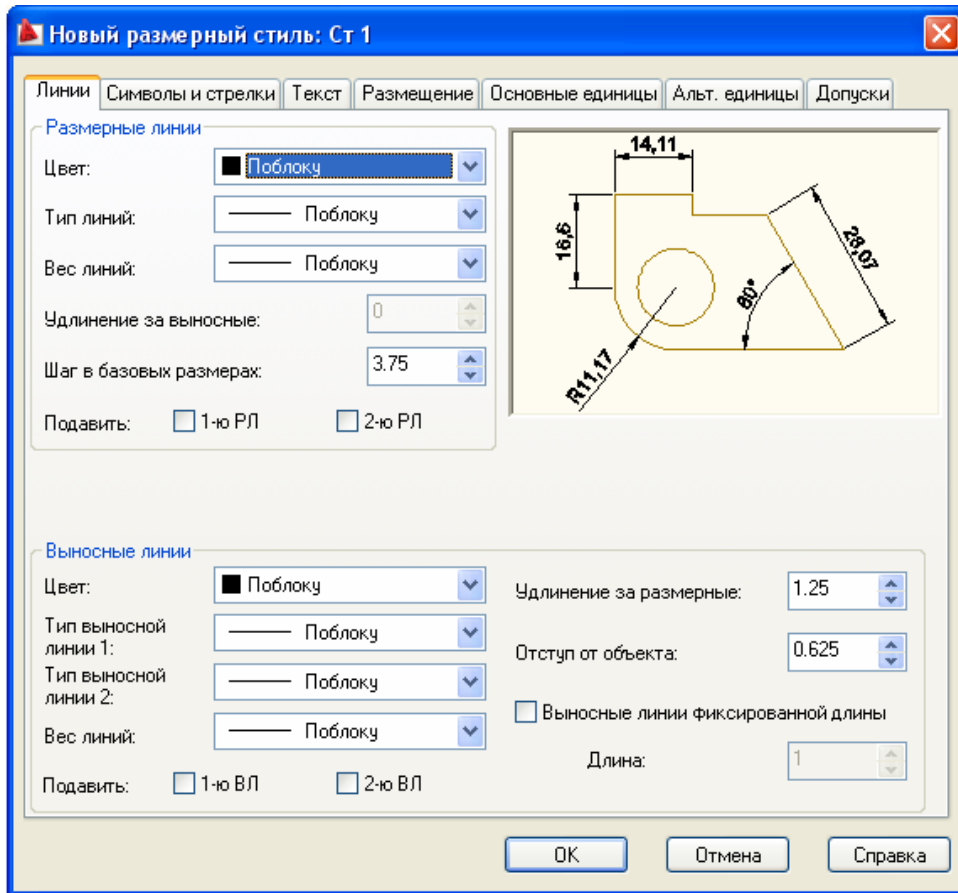

Рис. 2.4. Діалогове вікно **Новый размерный стиль: Ст1**
3. З'являється діалогове вікно **Новый размерный стиль: Ст1** (рис. 2.4), встановити в ньому такі параметри: